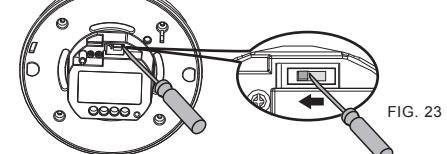

FIG. 23
4.2.1.3 Lorsqu'un mouvement est détecté, le dispositif CCT551011/CCT551012 envoie un signal de contrôle Bus-C afin de contrôler la mise sous tension de la charge du système du Bus-C (voir FIG. 23). La sortie est un collecteur commun pour l'unité du Bus-C et les entrées auxiliaires.